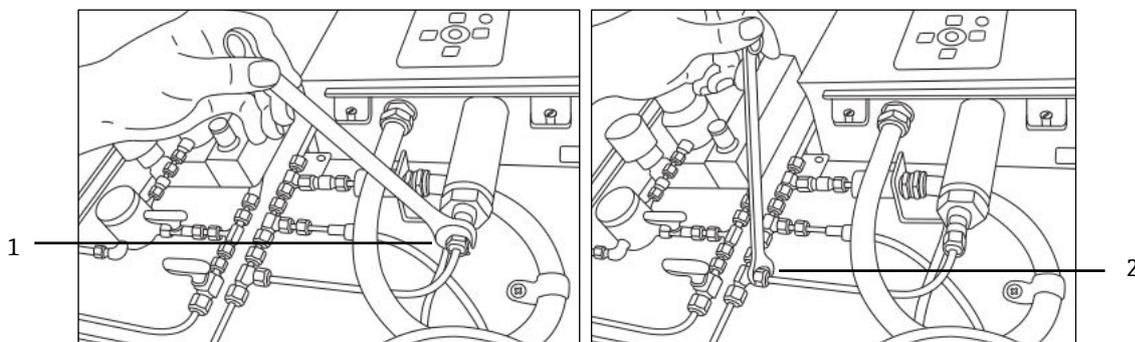

Figura 80. Rimozione dei dadi Swagelok
3. Utilizzando la medesima chiave, allentare il dado Swagelok sul raccordo a T. Vedere Figura 80.